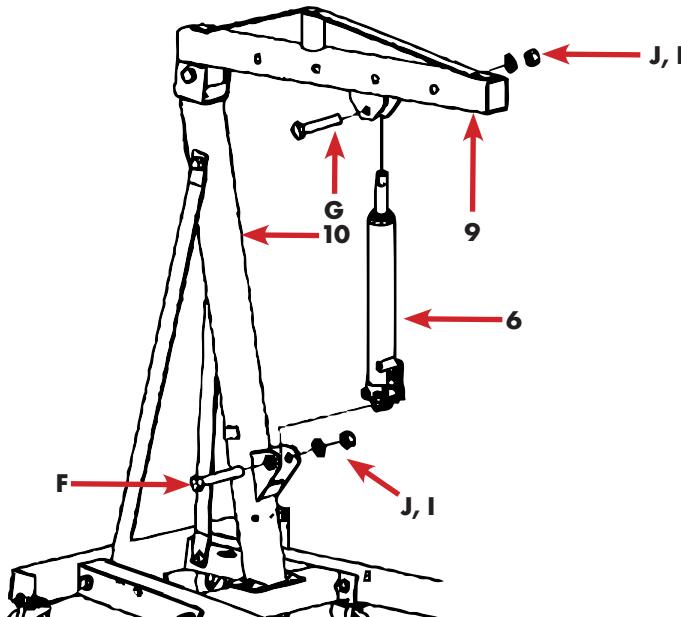

Fig.14
- Instale el cilindro hidráulico en el orificio más bajo del brazo de tracción, como se muestra en la Fig. 14.